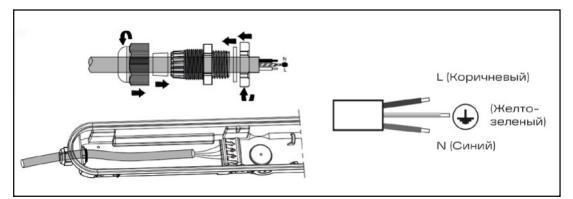

Рис. 4
- Вставьте кабели в кабельный ввод и подключите к клеммному блоку (рис. 4).